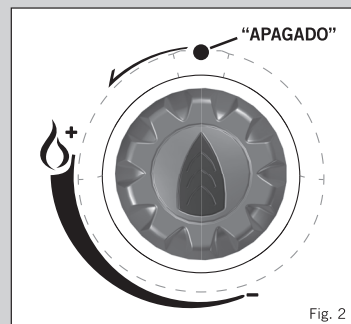

Fig. 2
- Antes de conectar el suministro de gas, revise primero que la válvula del aparato esté en la posición de apagado, girando la perilla de control completamente en el sentido de las agujas del reloj (consulte la Fig. 2).